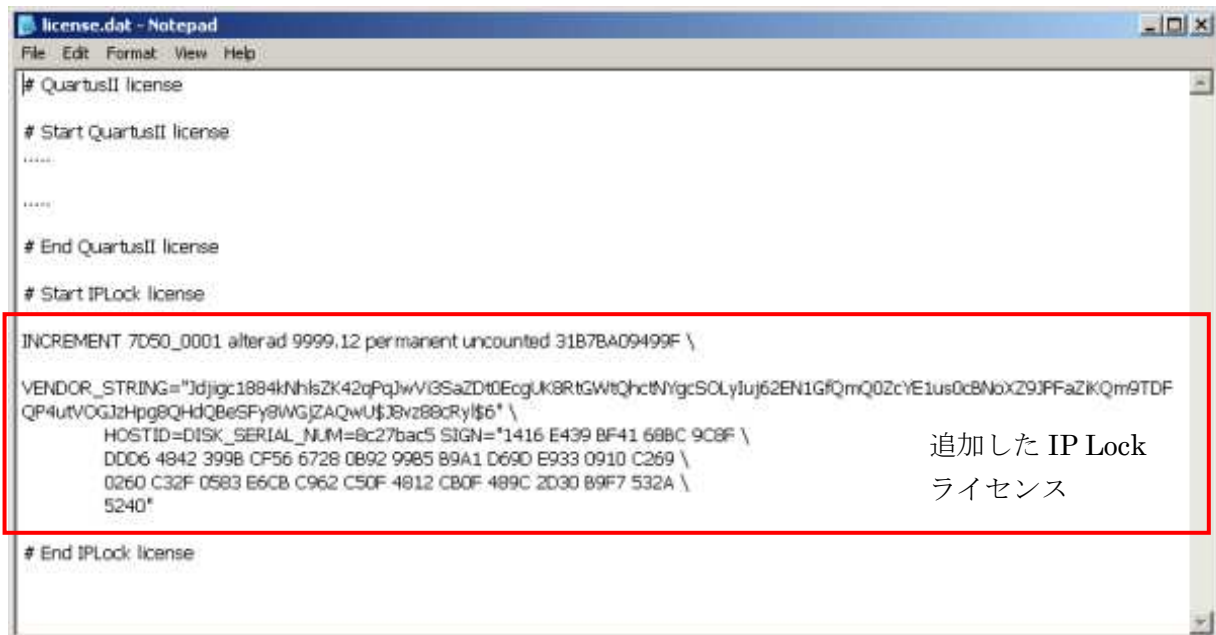

図 6 Quartus ライセンス内に追加した IP Lock ライセンス(例)
3. Quartus のライセンスファイルをノートパッド等で開き、受け取った IP Lock ライセンスを図 6 のように追加してください。